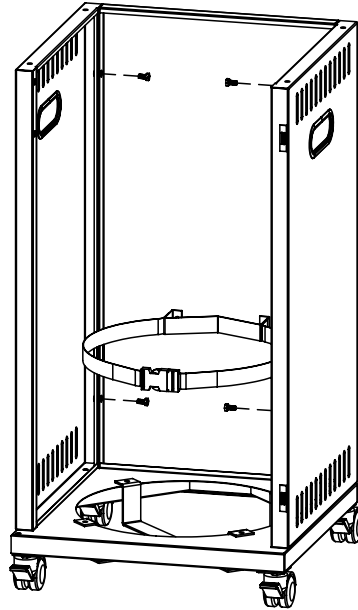

Рис. 8.
5. Установите заднюю панель на левую и правую боковые панели с помощью четырех винтов с шестигранной головкой M6X12 (обратите внимание, что круговой кронштейн газового баллона должен располагаться внизу) (рис. 8).